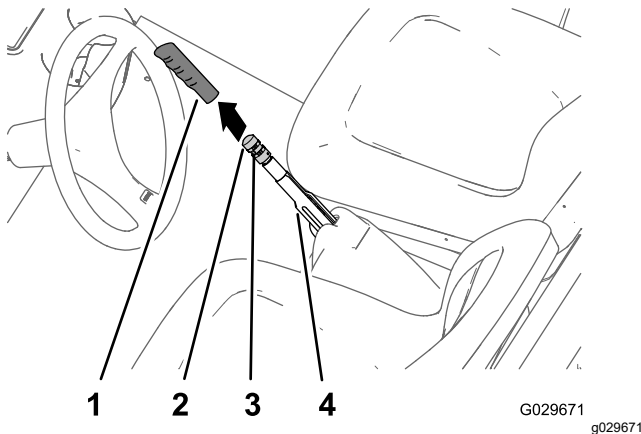

Figura 56
1. Retire la empuñadura de la palanca del freno de estacionamiento (Figura 56).
2. Afloje el tornillo de fijación que sujeta el pomo de ajuste del freno a la palanca del freno de estacionamiento (Figura 56).
3. Gire el pomo de ajuste del freno hasta que se requiera una fuerza de 133-156 N para accionar la palanca de freno de estacionamiento (Figura 56).
4. Apriete el tornillo de fijación e instale la empuñadura (Figura 56).
2. Afloje el tornillo de fijación (Figura 56) que sujeta el pomo de ajuste del freno a la palanca del freno de estacionamiento, quite el freno de estacionamiento y afloje el pomo de ajuste del freno.
5. Gire el pomo de ajuste del freno (Figura 56) hasta que se requiera una fuerza de 133-156 N para accionar la palanca de freno de estacionamiento.
- C. Gire el pomo de ajuste del freno (Figura 56) hasta que se requiera una fuerza de 133-156 N para accionar la palanca de freno de estacionamiento.
- Apriete el tornillo de fijación e instale la empuñadura (Figura 56).